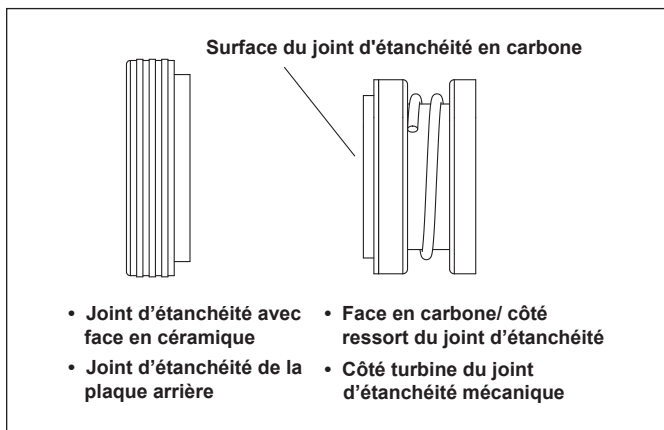

Figure 9. Remplacer la garniture mécanique
1. Appuyer sur la moitié du nouveau joint mécanique en carbone (voir la Figure 9) contre l'arbre du moteur en effectuant un mouvement de torsion. S'assurer que la surface de carbone est exposée face à l'anneau en céramique dans la plaque arrière.
2. Enlever la moitié du joint mécanique en carbone de l'arbre du moteur. Se référer à la Figure 9. Il s'agit d'un joint à ressort. Tenir la partie du joint d'étanchéité la plus proche de la turbine et retirer le joint en effectuant un mouvement de torsion.